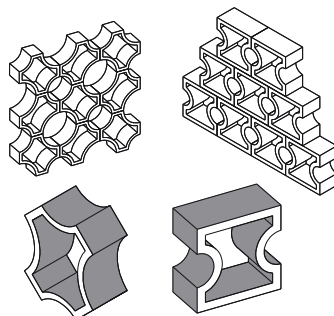

fig. 8.12
■ Le **claustra** (fig. 8.12) : cloison ajourée en bois ou en éléments préfabriqués de béton ou de terre-cuite appelés parfois **claustrés**. Le claustra sert à délimiter des zones tout en laissant passer les sons et la lumière.